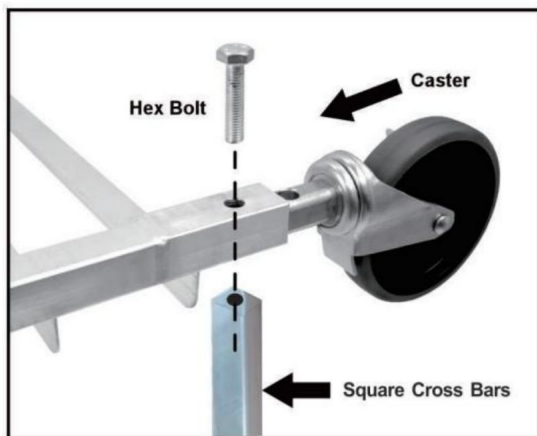

Figure 3.1
3.1) Włóż 4 kółka do dolnych końców ram bocznych. Upewnij się, że otwory w kółkach są wyrównane z otworami w ramie (Rysunek 3.1)